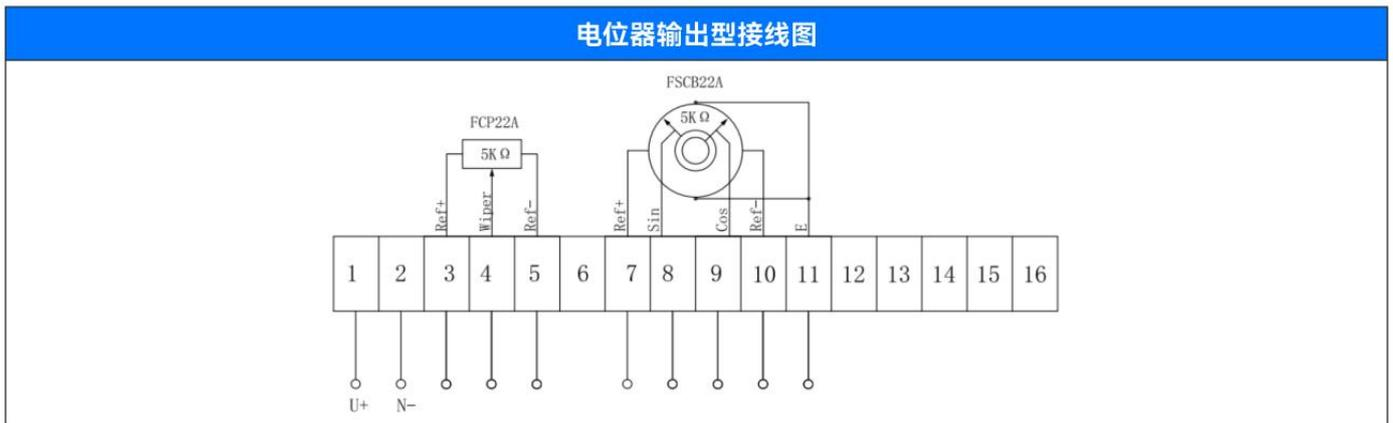
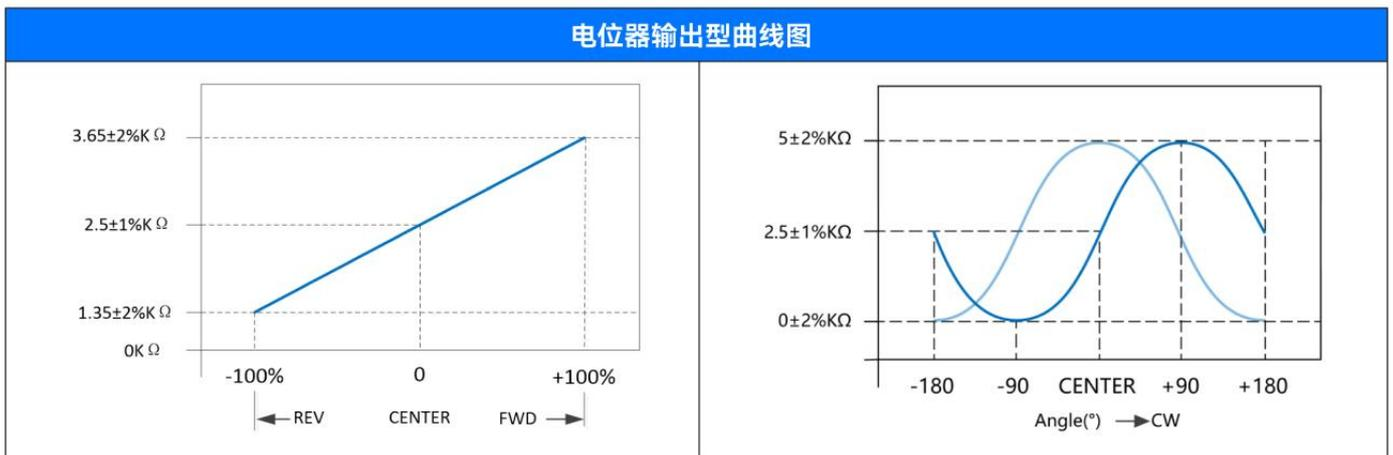

图2.3
图2.4
1. 输出信号：全回转手柄可以选择直接电位器输出方式，其中Y轴采用线性电位器输出，Z轴采用三角波电位器输出其，接线图如图2.3，对应的输出关系如图2.4。